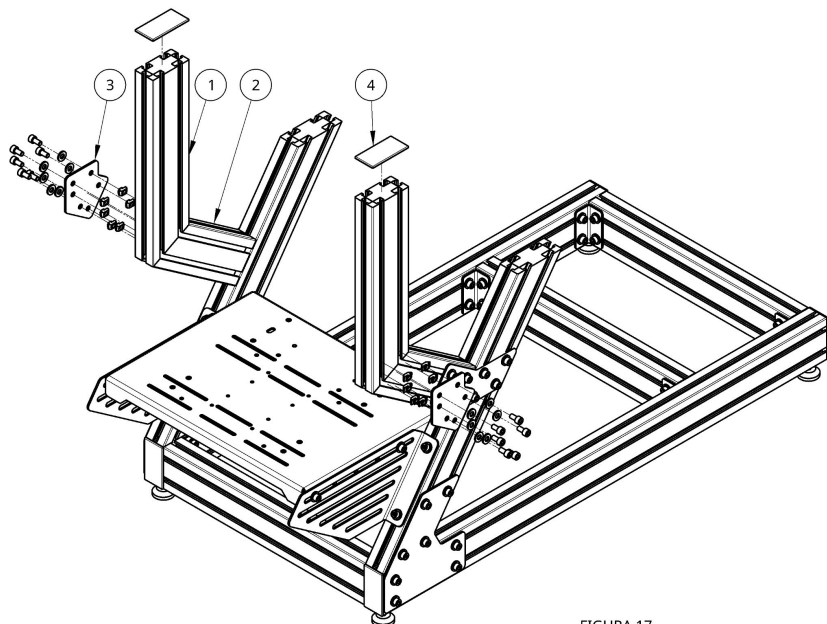

FIGURA 17
Prenda-os com a conexão inclinada 125° (3), conforme mostra a Figura 17.